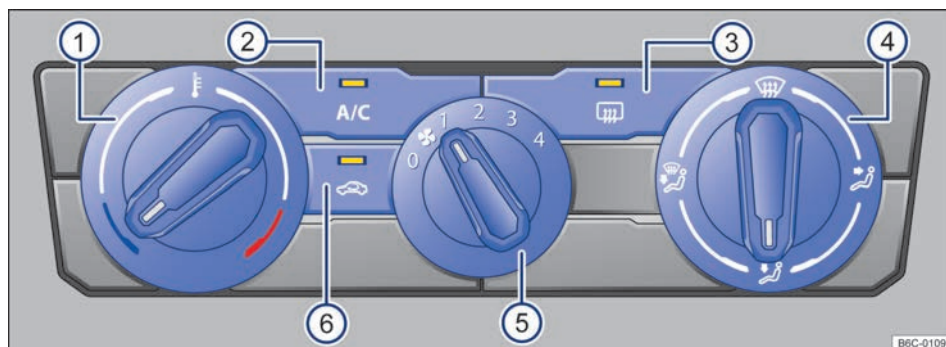

Fig. 81 Comandos do ar-condicionado.
- *Ar-condicionado*: girar o regulador do ventilador para o nível 0 → Fig. 81 (5).
- *Ar-condicionado*: pressionar o botão A/C → Fig. 81 (2) para ligar e desligar o funcionamento da refrigeração.
- *Ar-condicionado*: girar o regulador rotativo esquerdo → Fig. 81 (1).
- *Ar-condicionado*: girar o regulador do ventilador → Fig. 81 ⑤.
- *Ar-condicionado*: pressionar o botão  → Fig. 81 ⑥.
- *Ar-condicionado*: girar o regulador da direita → Fig. 81 ④ para posição desejada.
- *Ar-condicionado*: girar o regulador direito para a posição  → Fig. 81 ④.
- *Ar-condicionado*: pressionar o botão  → Fig. 81 ③.